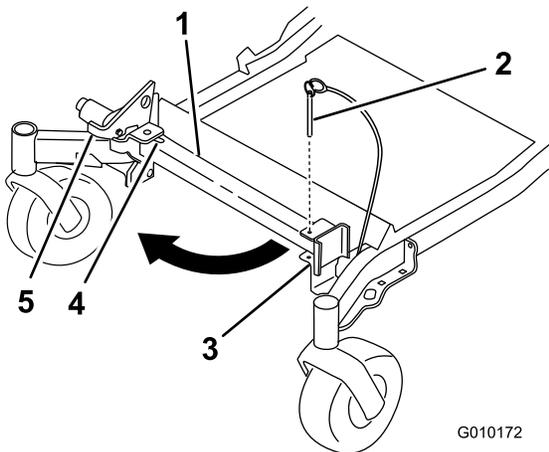
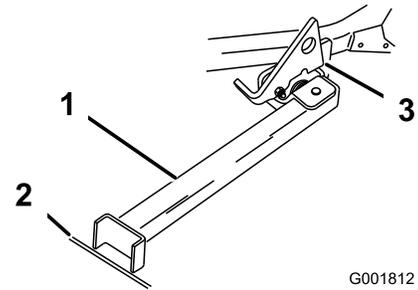

Figura 41
Figura 42
2. Togliete il perno dalla staffa (Figura 41).
3. Alzate il dispositivo di chiusura. Portate il piede del supporto sul davanti e spostate il supporto verso la macchina, nell'intaglio inferiore (Figura 41 e Figura 42).
4. Mettete a terra il piede del supporto ed appoggiate il dispositivo di chiusura sull'aletta orientabile (Figura 42).
**Nota:** Per ottenere risultati ottimali, appoggiate il piede del supporto nelle fessure del marciapiede o nel tappeto erboso (Figura 42).
6. Guidate sul supporto. Fermatevi quando il dispositivo di chiusura cade sull'aletta e si chiude (Figura 42). Una volta sul supporto, innestate il freno di stazionamento e spegnete il motore.
5. Riportate il supporto in posizione di riposo (Figura 41).